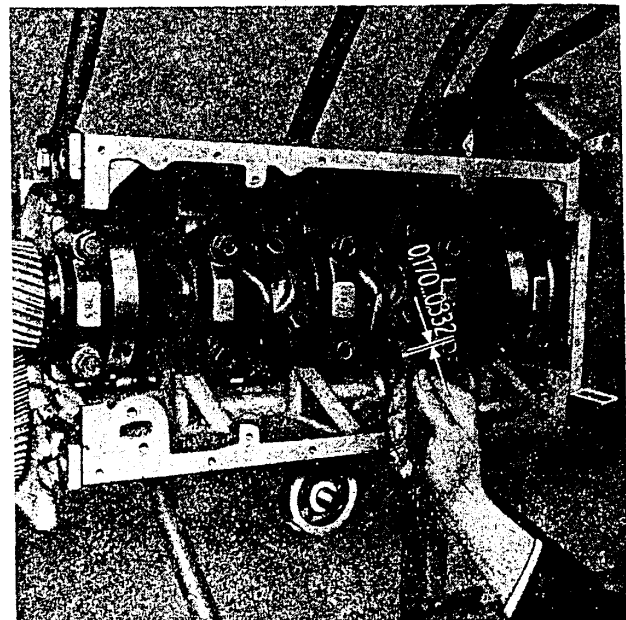

Bild M 69. Axialspiel des Pleuellagers überprüfen
- e) Axialspiel des Pleuellagers mit der Fühllehre überprüfen, Axialspiel 0,170... 0,332 mm (Bild M 69).